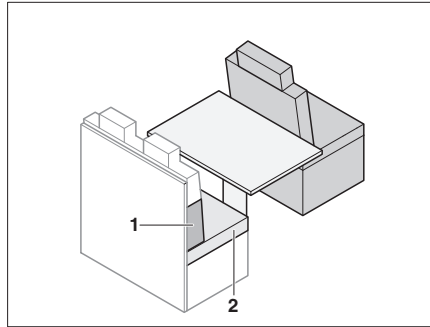

Bild 194 Vor dem Umbau
- Sitzpolster (Bild 194,2) entfernen.
- Rückenpolster (Bild 194,1) zwischen das Sitzpolster und die Rückwand legen. Die Keilform beachten.